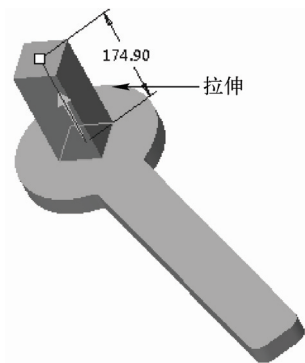

图 6-29 拉伸实体对象
STEP 02 在功能区选项板的“模型”选项卡中，单击“形状”面板中的“拉伸”按钮, 打开“拉伸”选项卡，在绘图区选择草绘图形，拉伸实体对象，如图 6-29 所示。